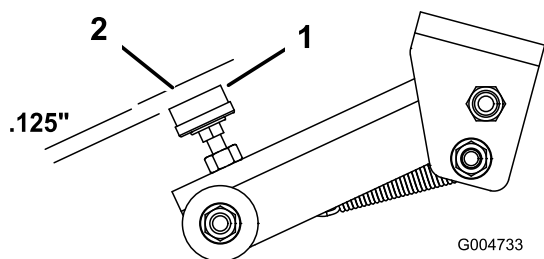

Figura 81
4. Debe haber una holgura entre el amortiguador de goma del tornillo de ajuste (Figura 81) y el cierre de la plataforma de 3 mm. Si se requiere un ajuste, afloje la tuerca del tornillo de ajuste, ajuste el tornillo hasta obtener la holgura necesaria y apriete la tuerca.